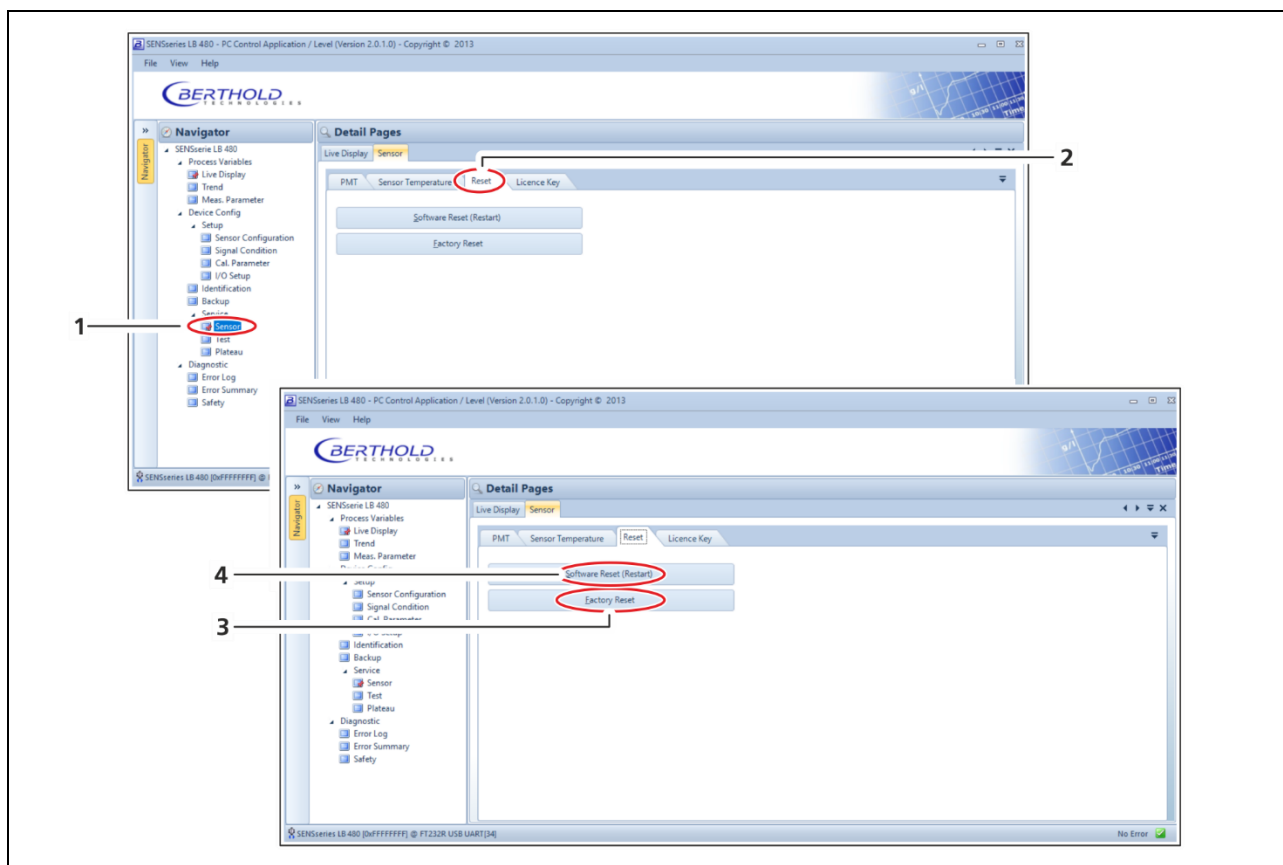

Abb. 8 Factory Reset und Software Reset (SW-Reset)
30. Öffnen Sie das Programm *LB 480-PC UserInterface Level* (Baudrate 38400) und klicken Sie im Menübaum auf **Device Config ► Service ► Sensor** (Abb. 8, Pos.1).
31. Klicken Sie in der Registerkarte „Reset“ (Abb. 8, Pos.2) auf die Schaltfläche <Factory Reset> und bestätigen Sie mit <Yes> (Abb. 8, Pos.3).
32. Führen Sie nach dem Factory Reset einen Software-Reset durch, indem Sie auf die Schaltfläche <Software Reset> (Abb. 8, Pos.4) klicken.